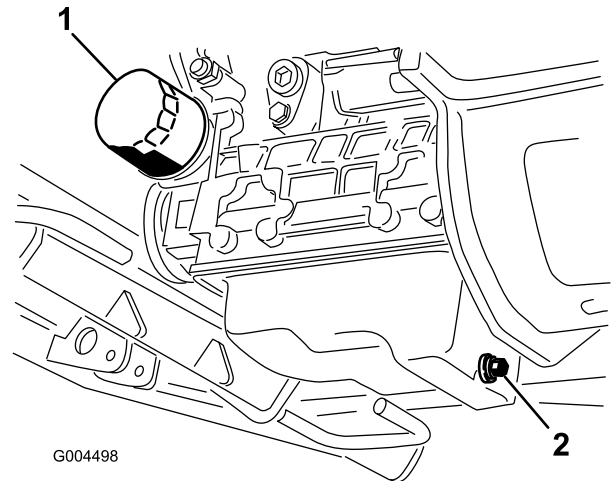

Bild 46
3. Stellen Sie eine Ablaufwanne unter die Ölwanne und richten Sie sie mit der Ablassschraube aus (Bild 46).
6. Entfernen und wechseln Sie den Ölfiler aus (Bild 46).